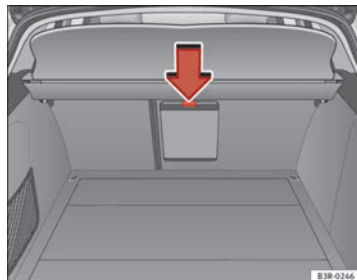

Fig. 126 Detalle del asiento trasero desde atrás: Tapa del saco para objetos alargados
- Oprima la tecla de desbloqueo de la tapa del saco para objetos alargados ⇒ fig. 126 (flecha) y gírela hacia abajo.